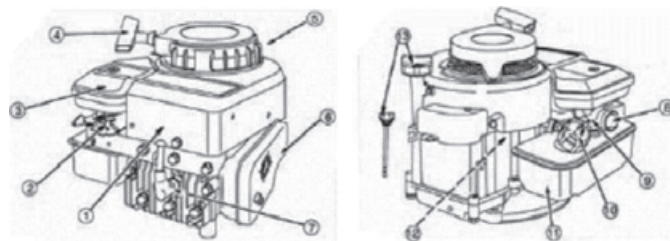

Рис. 3
### Основные части двигателя (Рис. 3)
Основным элементом газонокосилки является 4-х тактный двигатель внутреннего сгорания (Рис. 3), с вертикальной осью коленвала и его основные части: (2) - рычаг дросселя; (3) - фильтр воздушный; (4) - стартер ручной; (5) - защитный кожух; (6) - глушитель; (7) - свеча зажигания; (8) - кнопка топливного насоса; (9) - карбюратор; (10) - пробка бензобака; (11) - бензобак; (12) - корпус двигателя; (13) - маслосливная горловина.